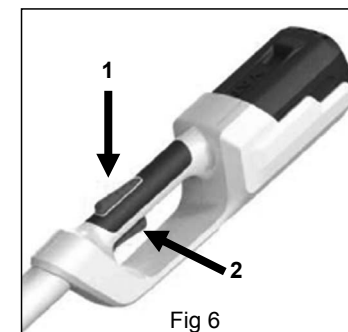

Fig 6
- Tenez fermement l'appareil à deux mains, et simultanément, appuyez à l'aide de la paume de la main sur la sécurité de gâchette(1) en actionnant la gâchette de commande(2) avec les doigts comme sur la figure 6 ci-dessous.